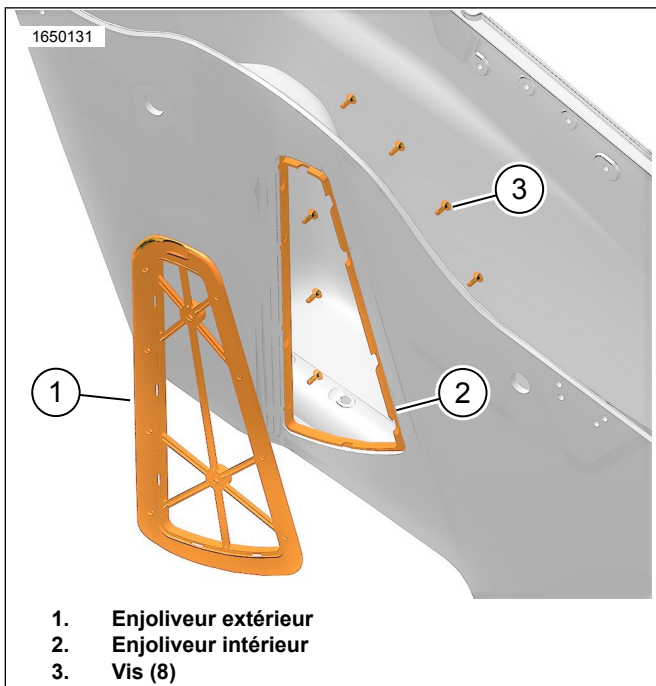
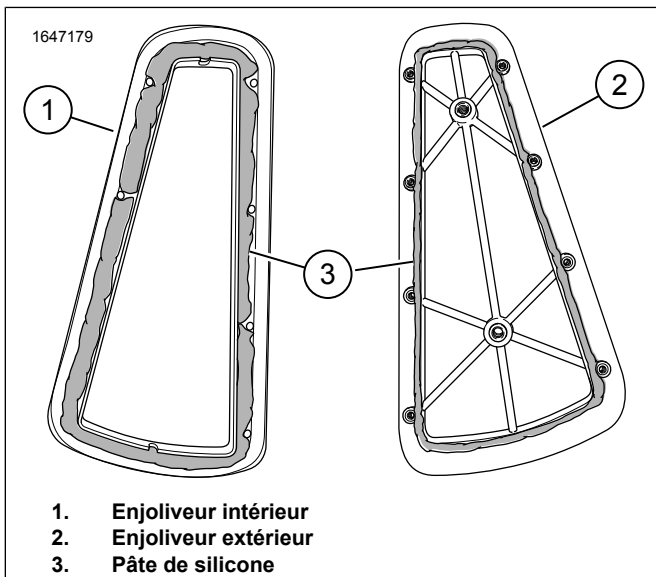

Figure 11. Test d'ajustement des enjoliveurs
Figure 12. Enjoliveurs
5. Voir la Figure 11. Testez l'ajustement des enjoliveurs intérieur (2) et extérieur (1) sur les sacoches.
- a. Installez et serrez légèrement les vis (8).
7. Voir la Figure 12. Appliquez de la pâte de silicone (3) sur les enjoliveurs intérieur (1) et extérieur (2).
8. Voir la Figure 11. Installez les enjoliveurs intérieur (2) et extérieur (1) sur la sacoches.
- a. Installez les vis (3).